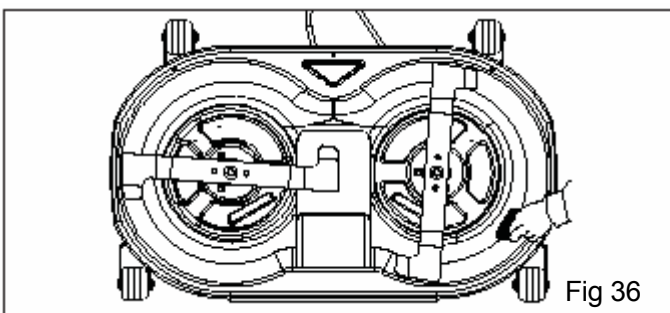

Fig 36
4. Lavez les pièces intérieures du mécanisme de tonte et le tuyau de sortie, plusieurs minutes après avoir désactivé la lame. (Fig 36)